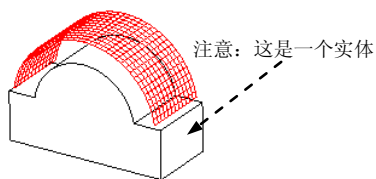
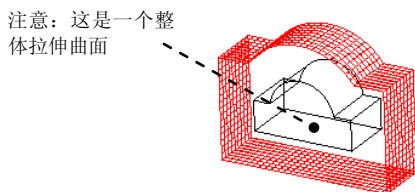

图 6.2.38 实体表面偏移
图 6.2.39 曲面面组偏移
标准偏移是从一个实体的表面创建偏移的曲面 (见图 6.2.38), 或者从一个曲面创建偏移的曲面 (见图 6.2.39)。操作步骤如下:
Step2. 选取要偏移的对象。选取图 6.2.38 所示的实体的圆弧面作为要偏移的曲面。